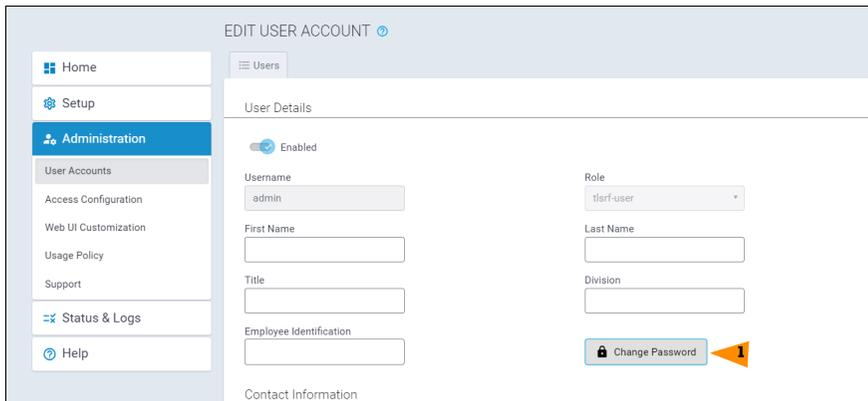

Figure 9. Page Edit User Account (Modifier le compte de l'utilisateur) de la passerelle
5. Sur la page Edit User Account (Modifier le compte utilisateur), sélectionnez le bouton Change Password (Modifier le mot de passe) (1, Figure 9).